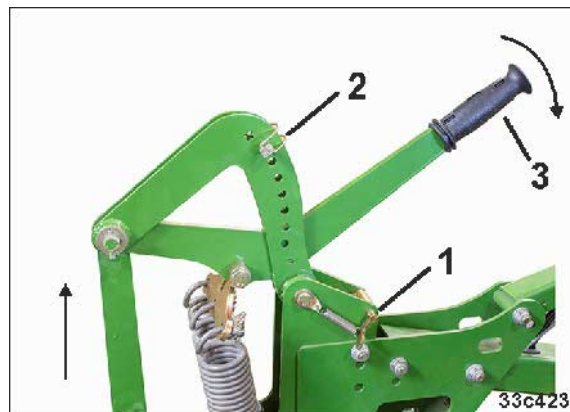

Рис. 185
4. Приведите шплинт с кольцом в положение парковки (Рис. 185/2)